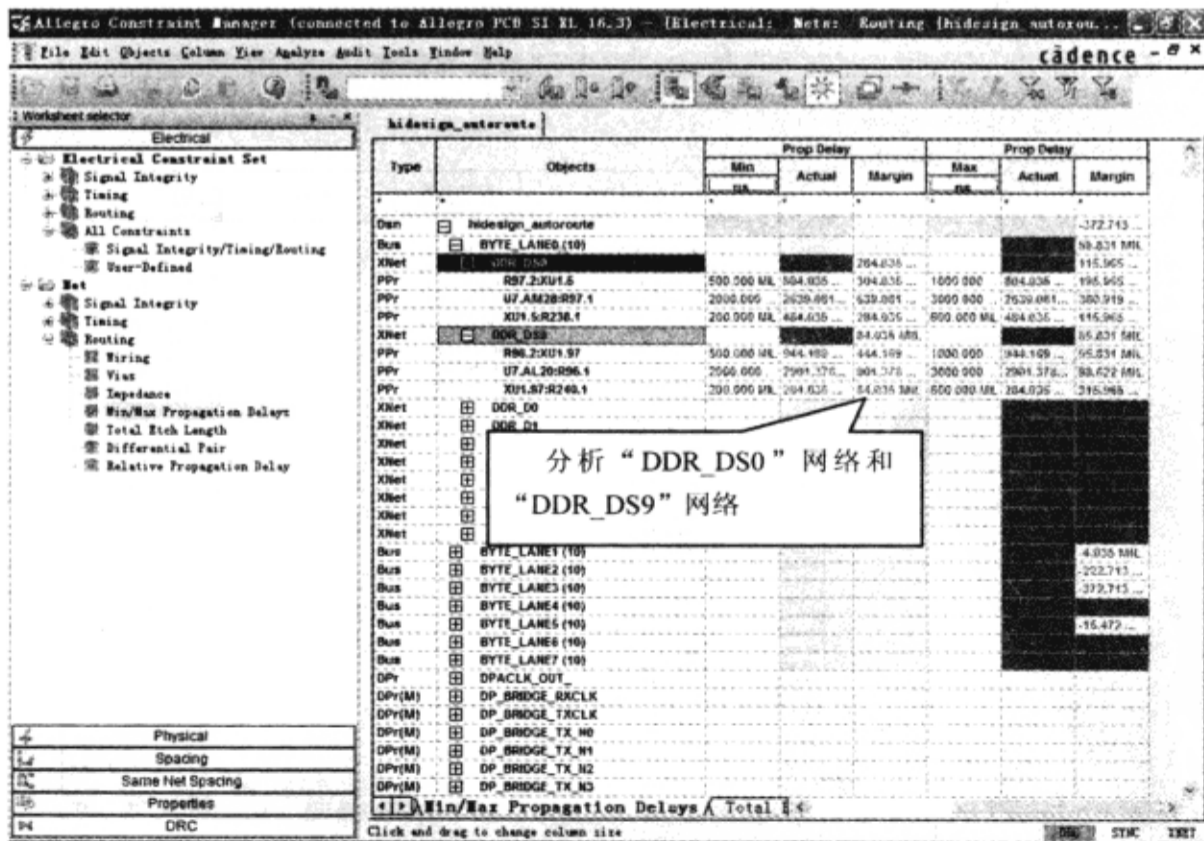

图 4-3-10 分析网络的约束
(3) 选择 “DDR\_DS0” → 按住 “Ctrl” 键 → 选择 “DDR\_DS9”, 从选择的 “Objects” 单元格单击鼠标右键 → 从弹出的菜单中选择 “Analyze”, “Margin” 栏有绿色的值显示, 如图 4-3-10 所示。